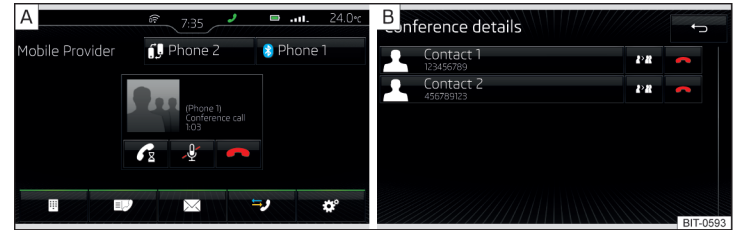

Abb. 212 Konferenz / Konferenzdetails
- ▶ Während der laufenden Konferenz die Funktionsfläche ☎ antippen » Abb. 212 - A.
» Abb. 212 - [B].